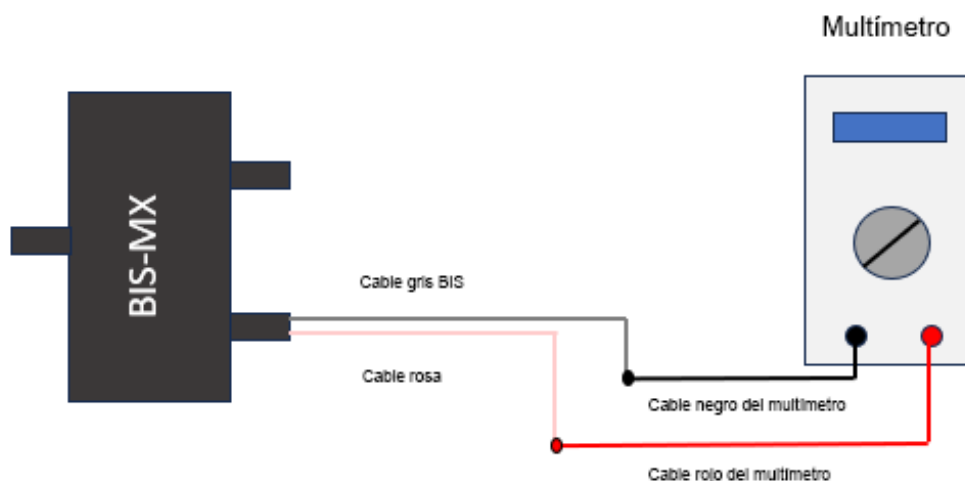

Fig.11 Diagrama de conexión
2. Monte el circuito de conexión de acuerdo con la «Fig.11 Diagrama de conexión».